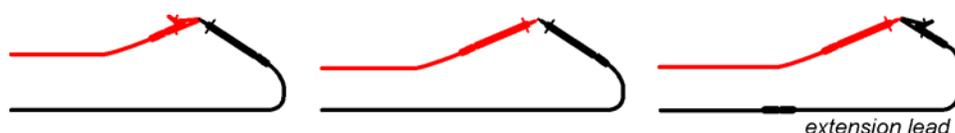

Bild 5.9: Kurzgeschlossene Prüflleitungen
- Schließen** Sie das Prüfkabel oben am Instrument an und schließen Sie die Prüflleitungen miteinander kurz (siehe Bild 5.9).